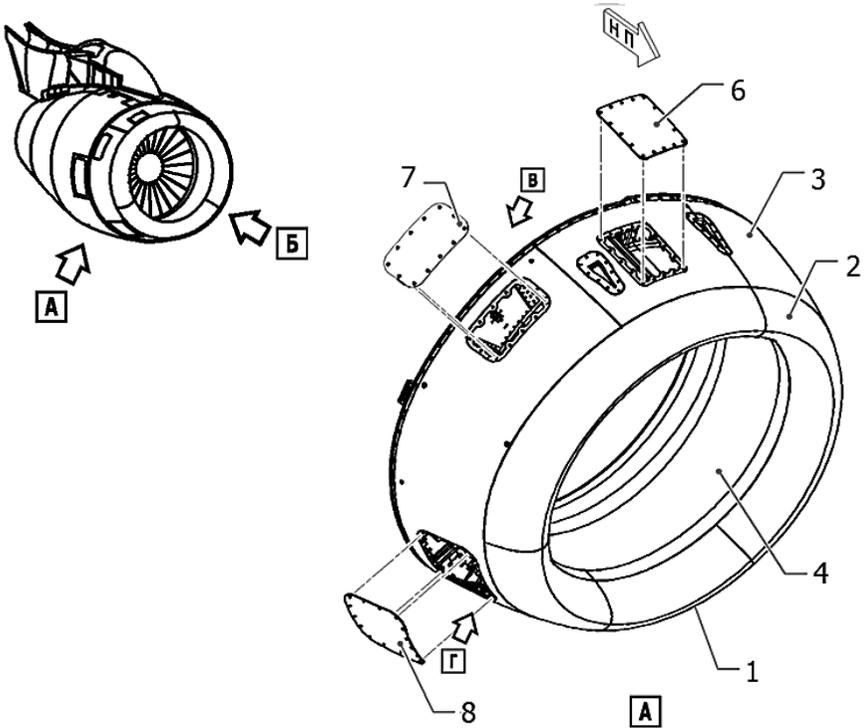

Рис. 34. Зонный осмотр воздухозаборников двигателей.
1. Произведите общий визуальный осмотр (рис. 34, 35) входных кромок (2) и наружной обшивки (3) воздухозаборников двигателей (1). Убедитесь в надёжности крепления, отсутствии нарушений ЛКП, следов коррозии, неровностей, трещин, задиrow, эрозионного износа или других повреждений.